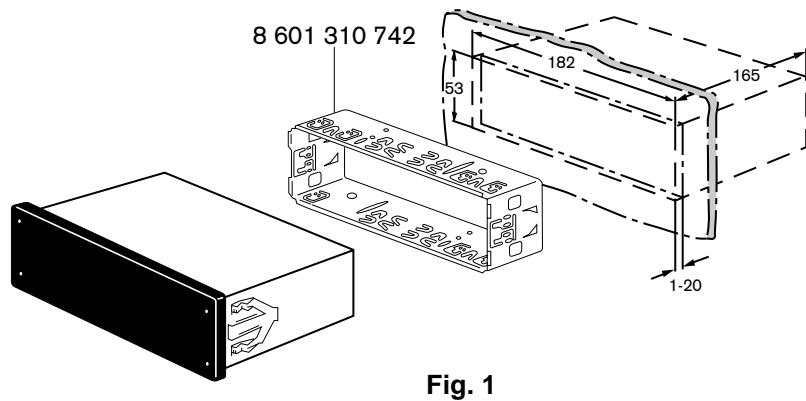

Fig. 1
**Hinweis:** Die zum Lieferumfang dieses Autoradios gehörende Halterung ermöglicht den Einbau in Fahrzeugen mit DIN-Autoradioausschnitt von 182 x 53 mm, 165 mm Einbauraum und einer Instrumententafeldicke im Bereich der Befestigungslaschen von 1 - 20 mm, siehe Fig. 1.
Halterung in den Ausschnitt einsetzen und entsprechend die Befestigungslaschen mit einem Schraubendreher umbiegen, siehe Fig. 1, 2.
By means of the support included in delivery you can mount the set in cars with a DIN car radio cutout of 182 x 53 mm, an installation depth of 165 mm and an instrument panel thickness around the fixing clips of 1 - 20 mm, see fig. 1.
Insert the support into the cutout and bend the appropriate fixing strips with a screwdriver, see fig. 1, 2.
A l'aide du support inclus dans le jeu de montage vous pouvez monter le poste dans des voitures qui disposent d'une découpe DIN de 182 x 53 mm, d'une profondeur de 175 mm et d'une épaisseur du tableau de bord de 5,2 - 6,3 mm autour des éclisses de montage, voir fig. 1.